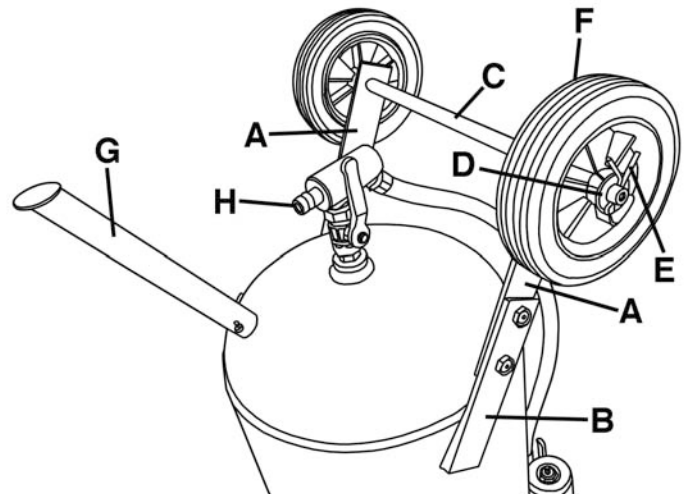
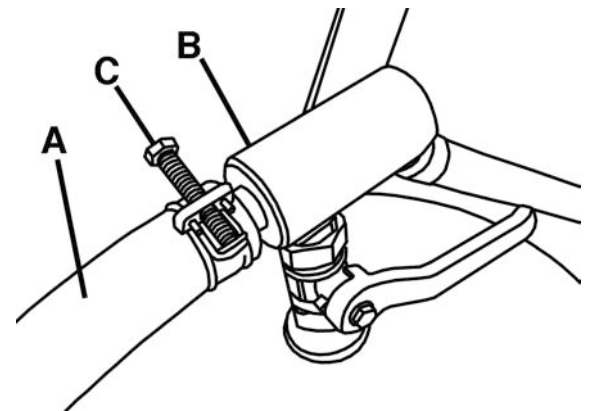

Figure 1
Figure 2
La première étape est de trouver les 2 supports de l'essieu (A) Fig.1 et les 4 petit boulons hexagonaux. Positionnez les supports de l'essieu contre l'intérieur des supports soudés (B) et fixez chaque support de l'essieu en utilisant 2 petits boulons hexagonaux de chaque côté.
Trouvez l'essieu (C) Fig.1, 2 goupilles fendues (D), 4 grandes rondelles (E) et les 2 roues (F). Insérez une des goupille fendue à travers le trou au bout de l'essieu, en utilisant un tournevis, séparez les 2 bouts de la goupille fendue, ceci empêchera la goupille fendue de sortir de l'essieu.
Trouvez le boyau abrasif (A) Fig.2 et branchez-le au raccord de sortie du sable (B), référez-vous aussi à (H) Fig.1. Assurez-vous que le boyau abrasif est complètement poussé contre le raccord de sortie du sable et ensuite fixez-le en serrant la vis (C) du collier de serrage. Pour éviter toutes situations dangereuses, assurez-vous que le collier de serrage retient bien le boyau abrasif, il doit rester fixe même si vous tirez sur le boyau abrasif.